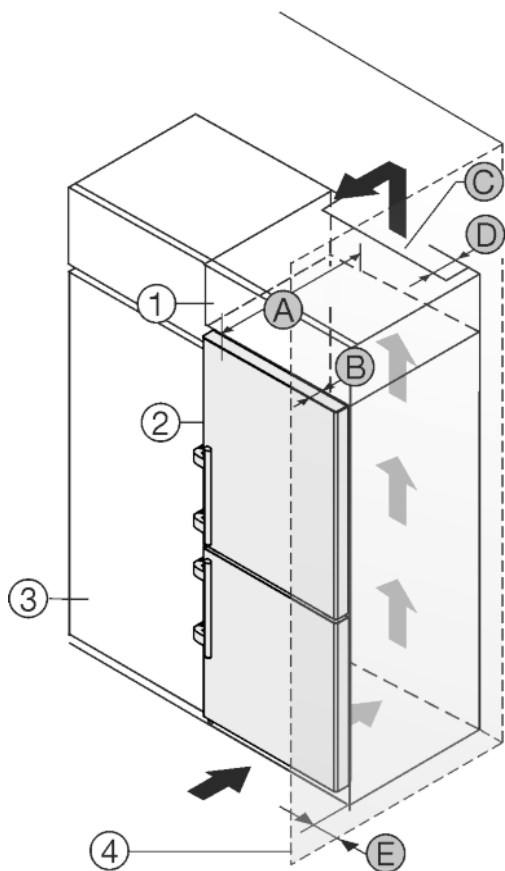

Fig. 51
Устройство может быть окружено кухонными шкафами. Чтобы уравнять устройство Fig. 51 (2) по высоте с кухонной стенкой, можно установить над устройством дополнительный шкафчик Fig. 51 (1).
Установить устройство можно непосредственно рядом с кухонным шкафом Fig. 51 (3). Чтобы можно было полностью открыть двери, устройство должно выступать на глубину Fig. 51 (B) относительно передней стенки кухонного шкафа. В зависимости от глубины кухонных шкафов и использования пристенных распорок устройство может выступать и больше.
- На задней стенке дополнительного шкафчика должен быть вентиляционный канал с глубиной Fig. 51 (D) по всей ширине этого шкафа.
- Нужно соблюдать вентиляционное отверстие Fig. 51 (C) под нижней панелью.
Если устройство установлено на шарнирах у стены Fig. 51 (4), то нужно соблюдать расстояние Fig. 51 (E) между устройством и стеной. Настолько выступает ручка при открытой двери.